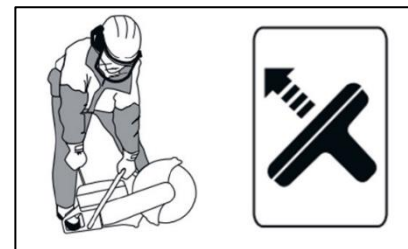

Рис. 16
4. Установите бензорез на землю и жестко зафиксируйте: ногой под заднюю рукоятку и рукой прижмите к земле за переднюю рукоятку. Резко потяните ручку стартера (возможно несколько раз) до первой детонации смеси (Рис. 16).